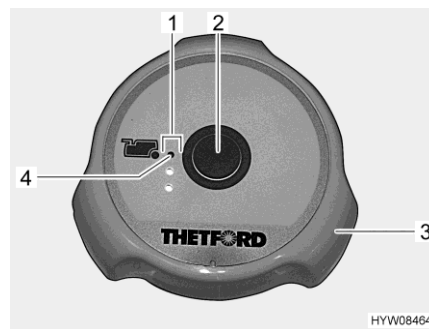

Fig. 202 Bouton pour la chasse d'eau/voyants de contrôle (toilettes Thetford)
Tirer la chasse d'eau : ■ Avant d'actionner la chasse d'eau, ouvrir le curseur des toilettes Thetford. Tourner la poignée tournante (Fig. 202,3) dans le sens inverse des aiguilles d'une montre.
■ Pour actionner la chasse d'eau, appuyer sur le bouton bleu (Fig. 202,2).
■ Après avoir actionné la chasse d'eau, fermer le curseur. Tourner la poignée tournante (Fig. 202,3) dans le sens des aiguilles d'une montre.
Les voyants de contrôle (Fig. 202,1) indiquent le niveau de remplissage du réservoir pour matières fécales. Le voyant de contrôle rouge (Fig. 202,4) s'allume lorsque le réservoir pour matières fécales doit être vidé.